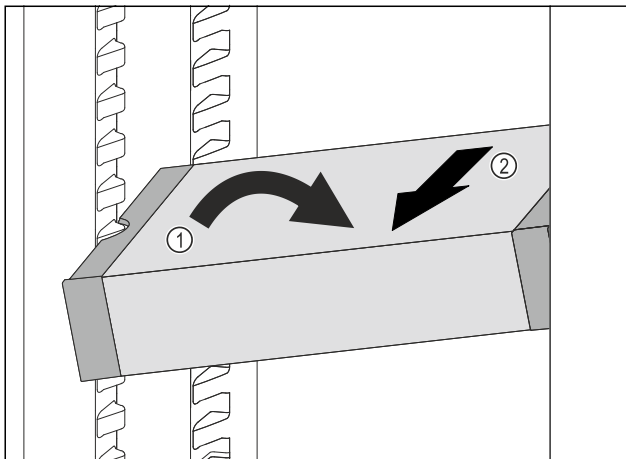

Fig. 102
- ▶ VarioSafe in het koelgedeelte schuin zetten. Fig. 102 (1)
- ▶ VarioSafe naar voren toe verwijderen. Fig. 102 (2)